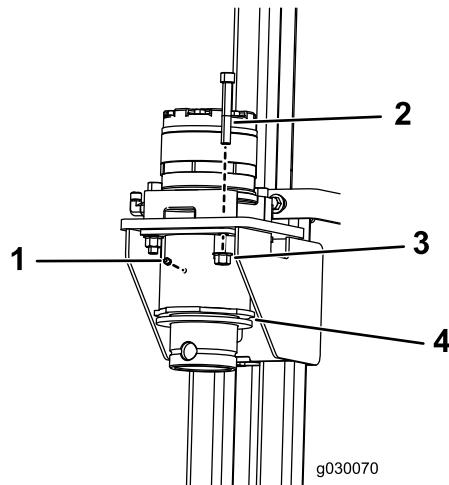

Figura 2
6. Retire los acoplamientos existentes e instale los acoplamientos nuevos con 8 pernos (M12-1 3/4 x 80 mm), 8 contratuerca (M12) y 2 engrasadores (Figura 2).